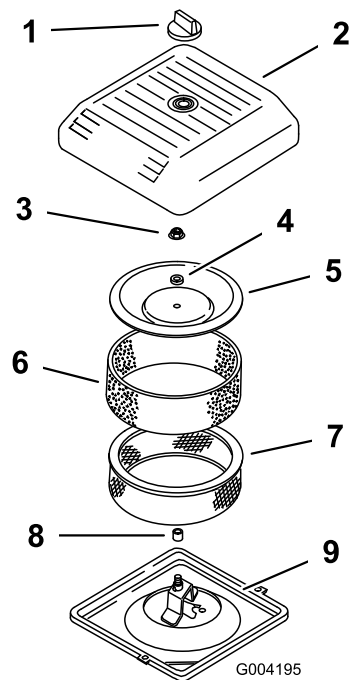

Figura 144
3. Svitare la manopola e rimuovete il coperchio del corpo del filtro (Figura 144).
4. Fate scorrere attentamente il prefiltro in schiuma sintetica fuori dall'elemento di carta (Figura 144).
5. Svitare il dado del coperchio e rimuovete il coperchio, il distanziale e il filtro di carta (Figura 144).